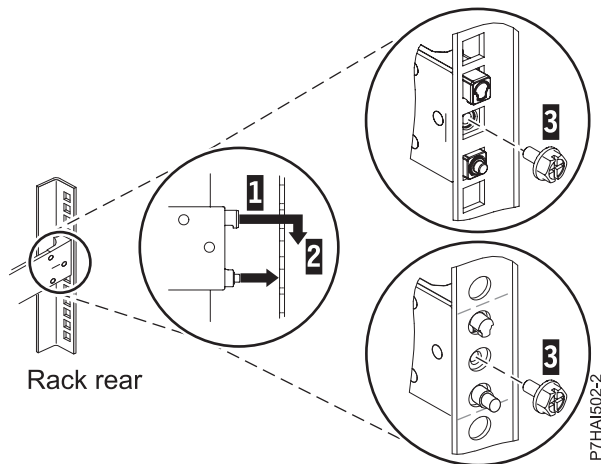

Figure 3. Alignement et fixation des broches dans les trous situés à l'arrière de l'armoire
- Alignez les deux broches situées à l'arrière de la glissière, sur les trous supérieur et inférieur précédemment marqués de l'unité EIA sélectionnée. Tirez la glissière vers vous et insérez les deux broches dans les deux trous de l'armoire (1) et abaissez la glissière (2) pour engager le crochet sur la broche. Pour plus de détails, voir figure 3. Avant de passer à l'étape suivante, vérifiez que les deux broches traversent les trous de l'armoire.